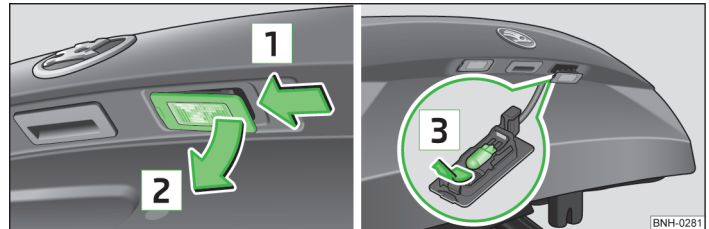

Abb. 176 Kennzeichenleuchte ausbauen / Glühlampe wechseln
- › Die Leuchte in Pfeilrichtung » Abb. 176 eindrücken.